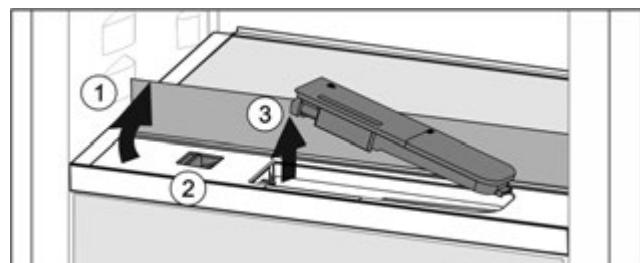

Fig. 74
- ▶ Підняти скляну панель і відкинути до упору назад Fig. 74 (1).
- ▶ Пусните повзунок Fig. 74 (2) уліво.
- ▶ Вийняти бак для води Fig. 74 (3).